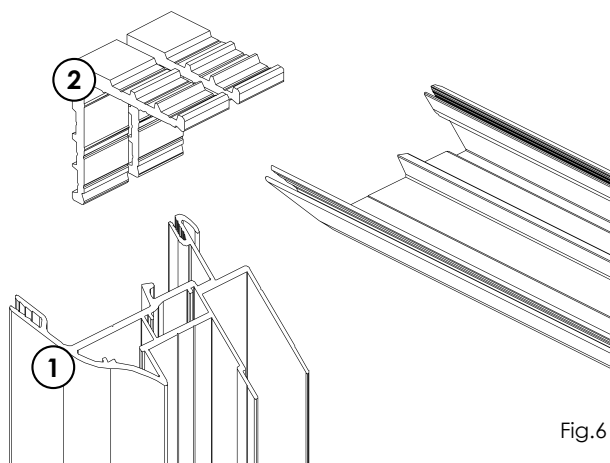

Fig.6
- NL** Steek de hoekverbinders in de korte zijde van het span raamprofiel ① [Fig.6]
- DE** Stecken Sie die Eckverbinder in die kürzere Seite des Spannrahmenprofils ① (ggf. mit Gummihammer). [Bild. 6]
- EN** Insert the Corner connectors into the short side of the Tension frame profile ① [Figure 6]